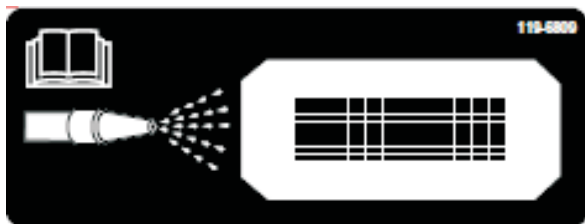
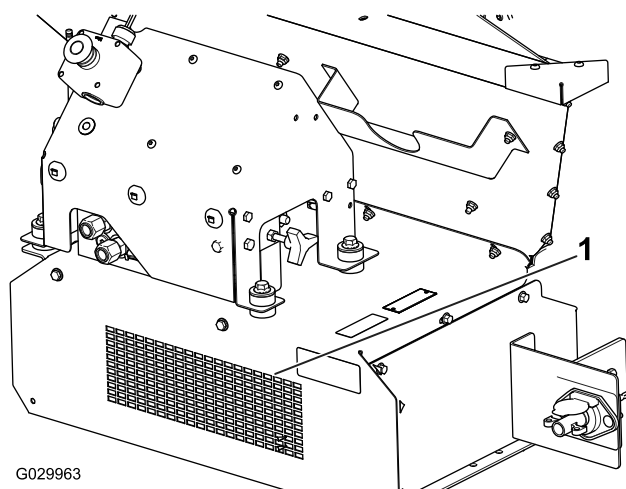

Figura 57
Figura 58
10. Individuate sulla parte frontale della macchina l'adesivo di pulizia (Figura 57) e con un tubo da giardino spruzzate acqua attraverso la grata di protezione anteriore fino a quando la vaschetta è risulta completamente pulita (Figura 58).